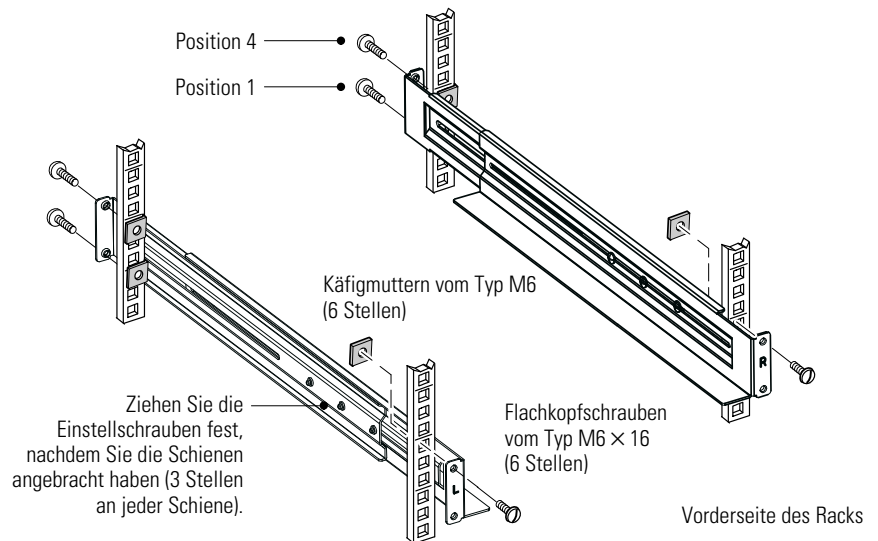

Abbildung 5. Befestigung der Schienen
2. Wählen Sie die passende Montage-Bohrung im Rack für die richtige Positionierung der USV (siehe Abbildung 5). Die Schienen überdecken jeweils vier Positionslöcher an der Vorder- und Rückseite des Racks.